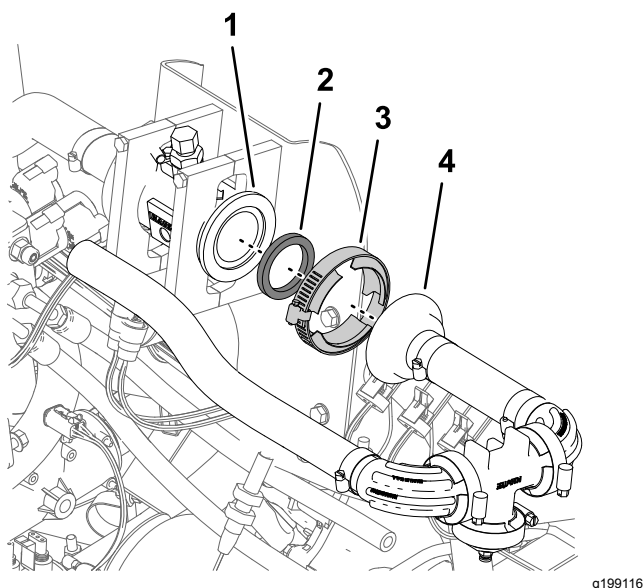

Figura 89
2. Aperte a braçadeira flangeada à mão (Figura 89).